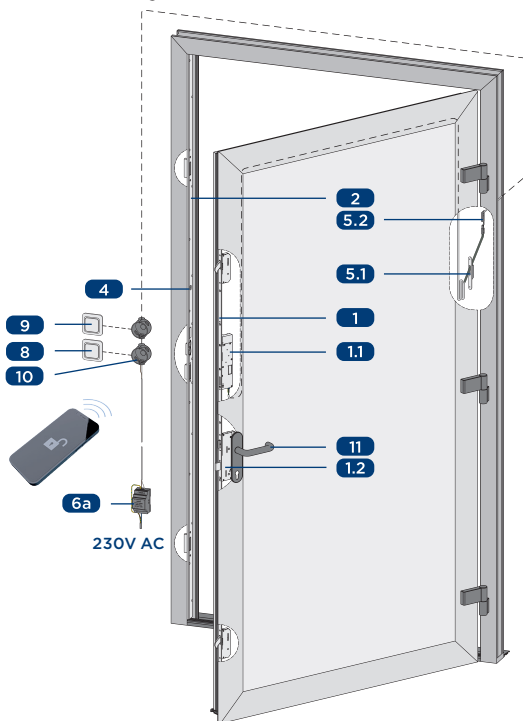

Abbildung 2-1: Verriegelung blueMotion+ mit durchgehender Schließleiste und Zubehör
5.2a	Abbildung 2-1: T-KÜ-T1 RT KABEL 4M inklusive 4 m Kabel zum Anschluss externer Zutrittskontrollen, z.B. Wechselsprechanlage, potentialfreier Kontakt
6a	Abbildung 2-1: Netzteil T-HT NETZTEIL 24V DC / 2,5A für Hutschienenmontage